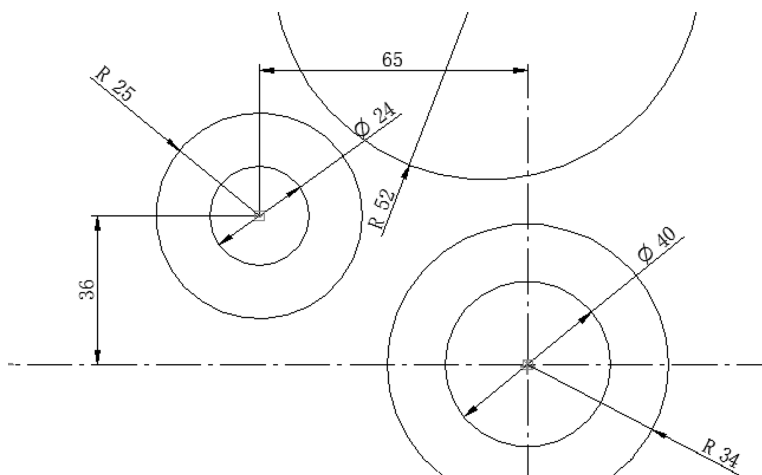

图 6-54 标注尺寸
(11) 单击【绘制草图】选项卡【尺寸】区域下的 $\frac{R}{r}$ 【智能尺寸】按钮，标注刚才放置圆的尺寸，并单击上方菜单栏的 $\frac{R}{r}$ 【半径】选项，放置在合适位置，如图 6-54 所示。